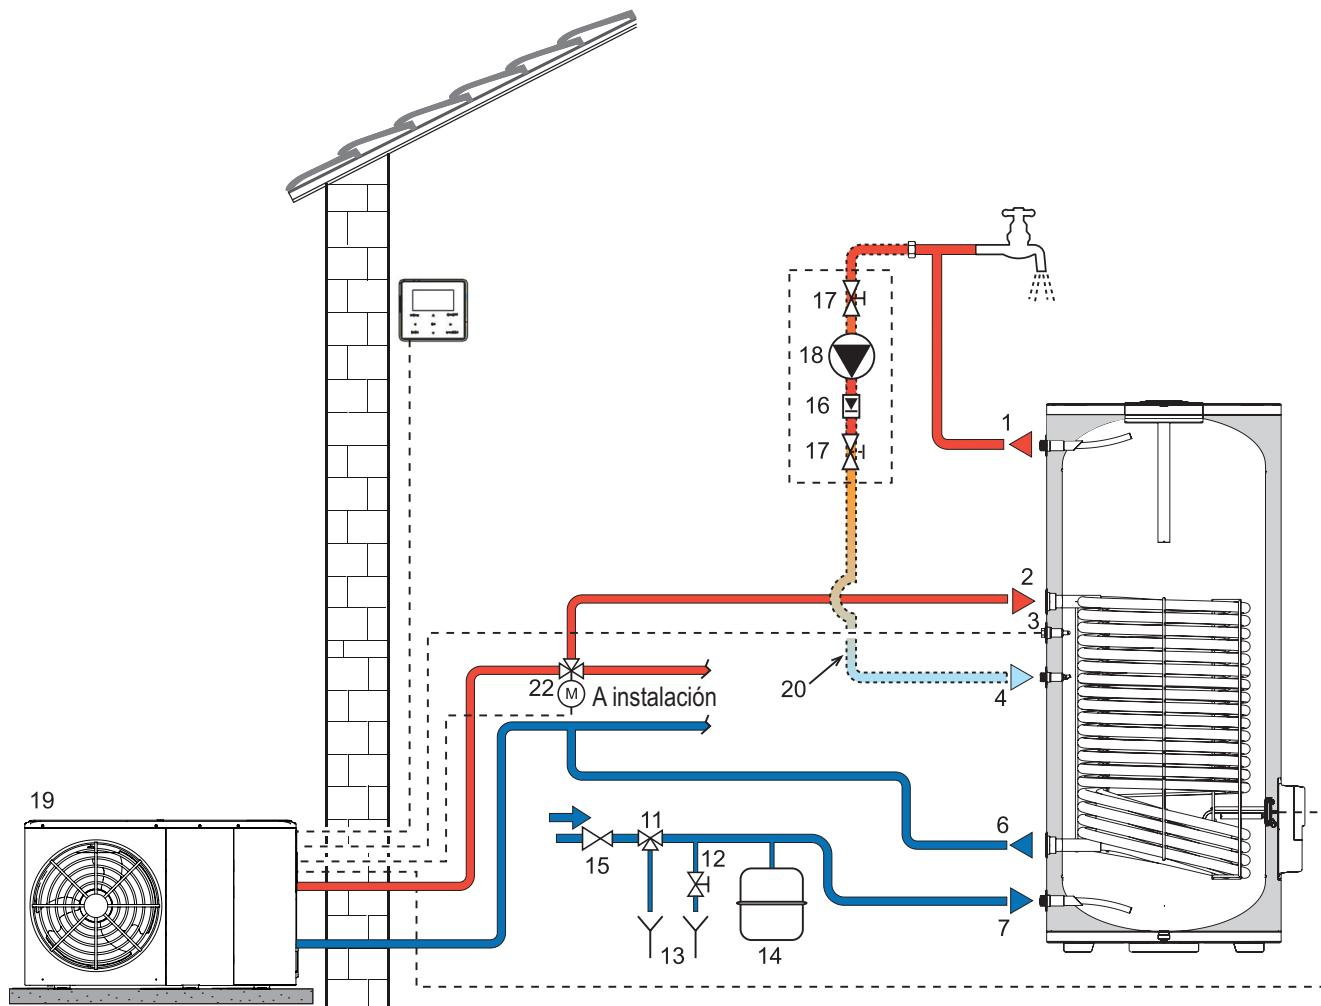

fig. 10 - Circuito hidráulico BSF HP 1C
- Para el vaciado, cierre el grifo de entrada de agua de la red, conecte un extremo de una manguera al racor de descarga (no suministrado - 12, fig. 10 y fig. 11), prevista durante la fase de instalación, y lleve el otro extremo hasta un desagüe exterior.